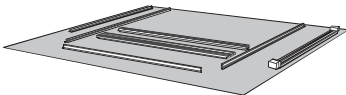

Fig. 2
- Coloque las piezas sobre un área despejada boca abajo. Asegúrese de colocar un paño protector sobre el piso para evitar rayar el kit de molduras o el piso (Fig. 2).